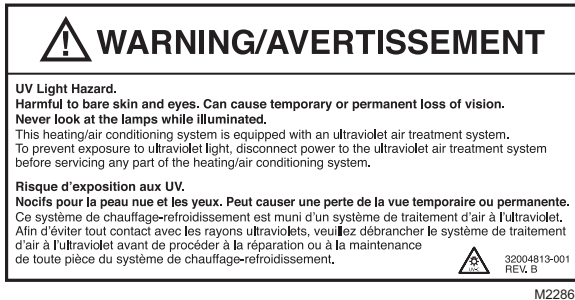

Fig. 10. Étiquette d'avertissement sur la maintenance du système à rayons UV.
17. Apposer l'étiquette d'avertissement sur la maintenance du système de CVCA (à l'emplacement choisi à l'étape 16); il peut s'agir de la porte d'accès au système de chauffage, au filtre à air électronique ou à l'humidificateur. Voir la Fig. 10.